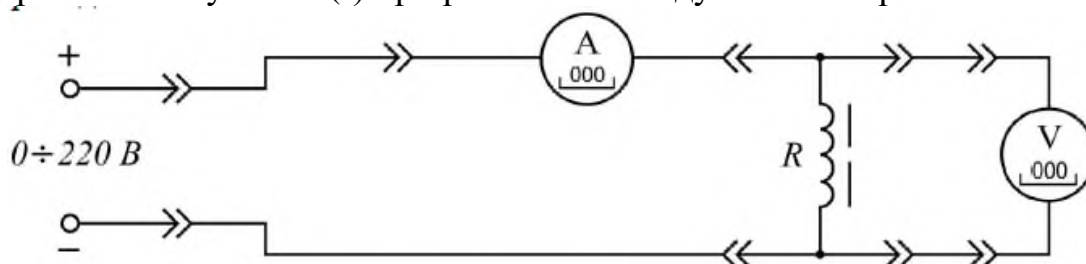

Рис. 10
3.1. По монтажной схеме рис. 10 собрать электрическую цепь и подключить ее к источнику постоянного напряжения. Измерить ток в цепи и напряжение на катушке при помощи цифрового вольтметра и цифрового амперметра;